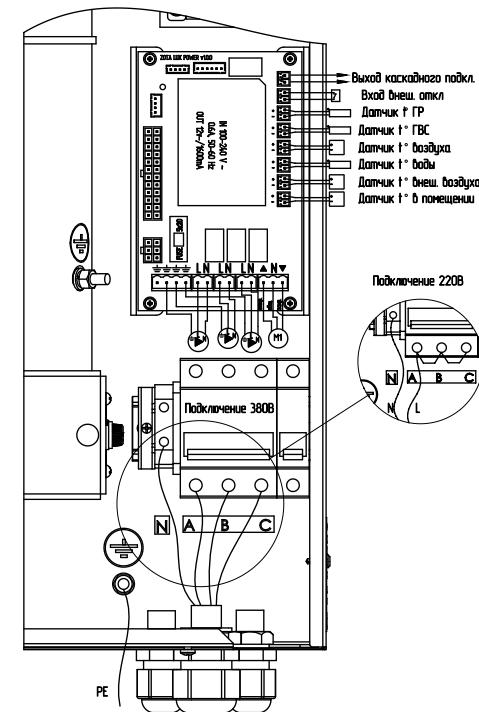

Рис. 3 Схема подключения электроводонагревателя
- Подключить электроводонагреватель к трехфазной сети переменного тока 380 В, 50 Гц, для этого присоединить рабочий нулевой провод на клемму нейтраль (N) электроводонагревателя, фазные провода на клеммы А, В, С вводного автомата. Защитный нулевой провод (PE) подключить на болт «ЗАЕМЛЕНИЕ» см. Рис.3;
- При питании электроводонагревателя от однофазной сети переменного тока 220 В, 50 Гц присоединить рабочий нулевой провод на клемму нейтраль (N) электроводонагревателя, а фазный на клеммы А, В, С вводного автомата, защитный нулевой провод (PE) должен подключаться к клемме «ЗАЕМЛЕНИЕ» см. Рис.3. Для соединения клемм А, В, С вводного автомата в комплекте имеется специальная перемычка (только для ZOTA-4,5...ZOTA-9), которая устанавливается на вводных клеммах автомата (см. Рис.3);
- Присоединить датчики температуры воздуха помещения (tдатч1) и на улице (tдатч2) к колодкам на плате измерения, проводом с сечением не менее 0,5 кв.мм и длиной до 20 м как показано на Рис.3. Необходимо строго соблюдать полярность, обозначенную на схеме при подключении датчиков температуры. Маркировка проводов датчиков температуры воздуха: красный (+), синий (-).
- Присоединить провода (L,N,заземление) от насосов к соответствующим контактам на клеммной колодке котла как показано на Рис.3. Мощность, потребляемая каждым насосом не должна превышать 200 Вт.
- При необходимости присоединить провода (откр\_общ\_закр) от двигателя трехходового смешивающего клапана к соответствующим контактам на клеммной колодке котла как показано на Рис.3. Мощность двигателя привода не должна превышать 20 Вт при напряжении ~220 В.